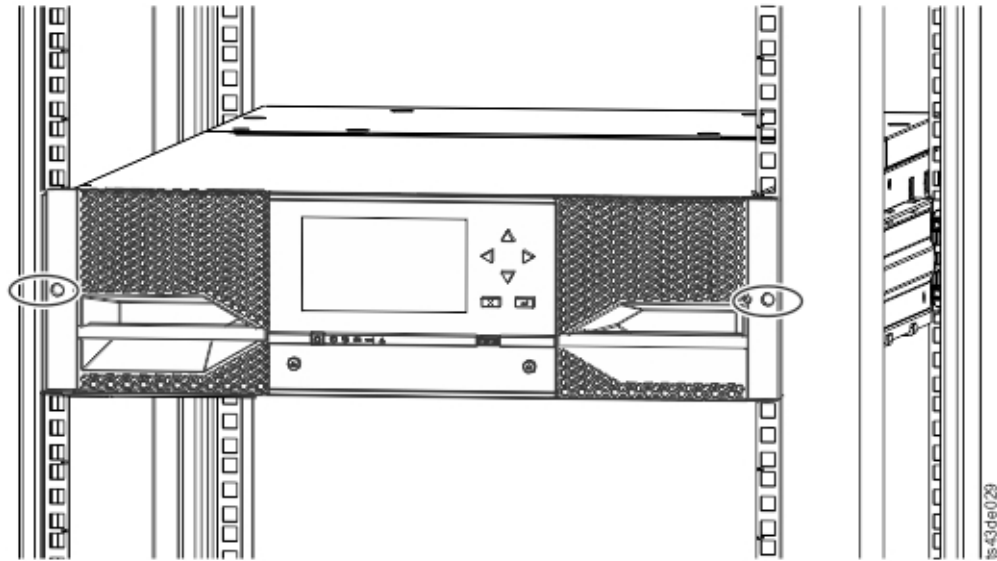

Figura 41. Biblioteca en el bastidor
5. Con un destornillador de estrella, atornille ligeramente el módulo a la parte frontal del bastidor, un tornillo en cada lado. Consulte las áreas en círculo en Figura 41 en la página 53.